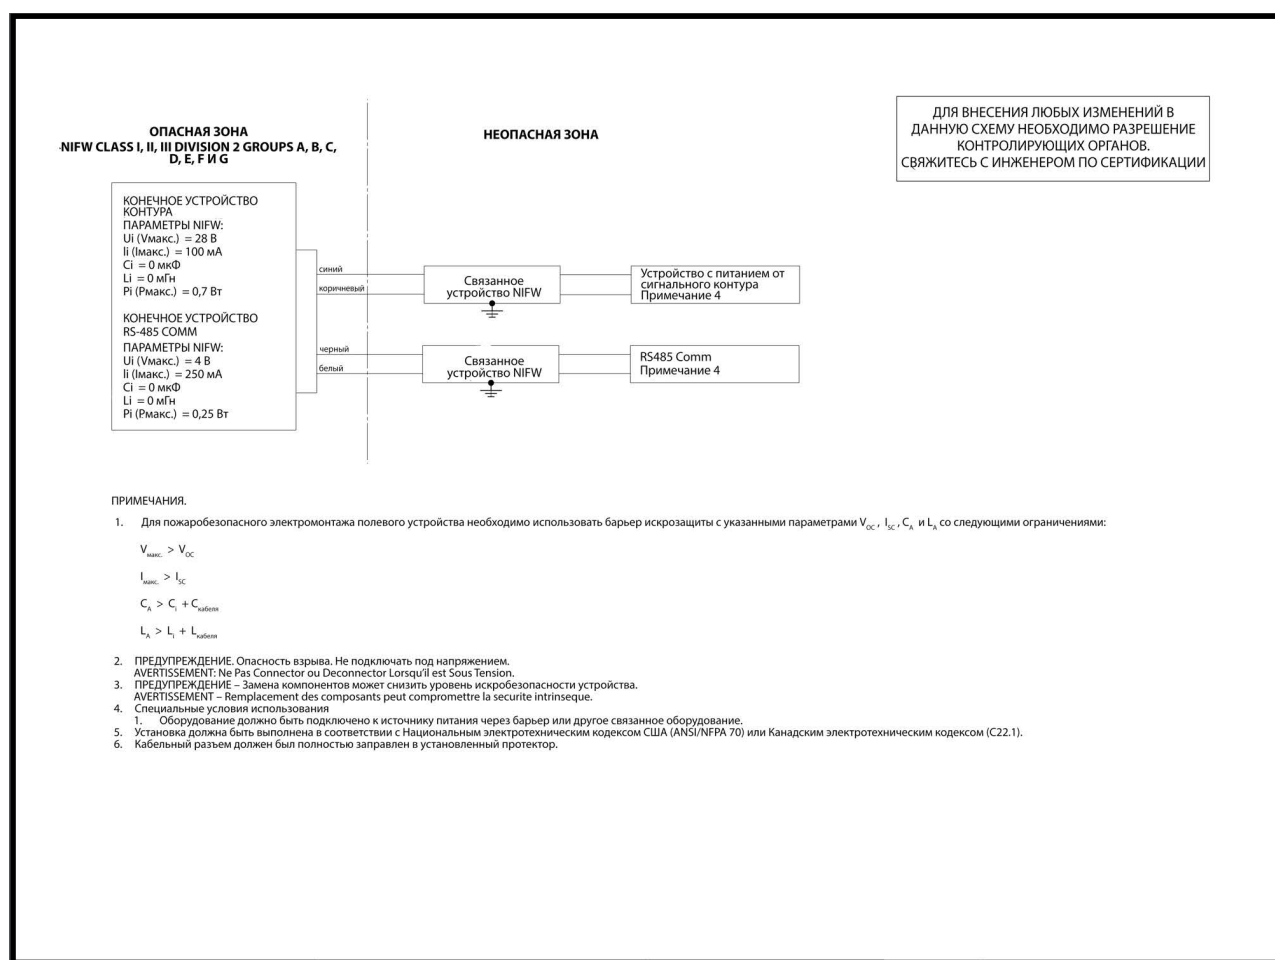
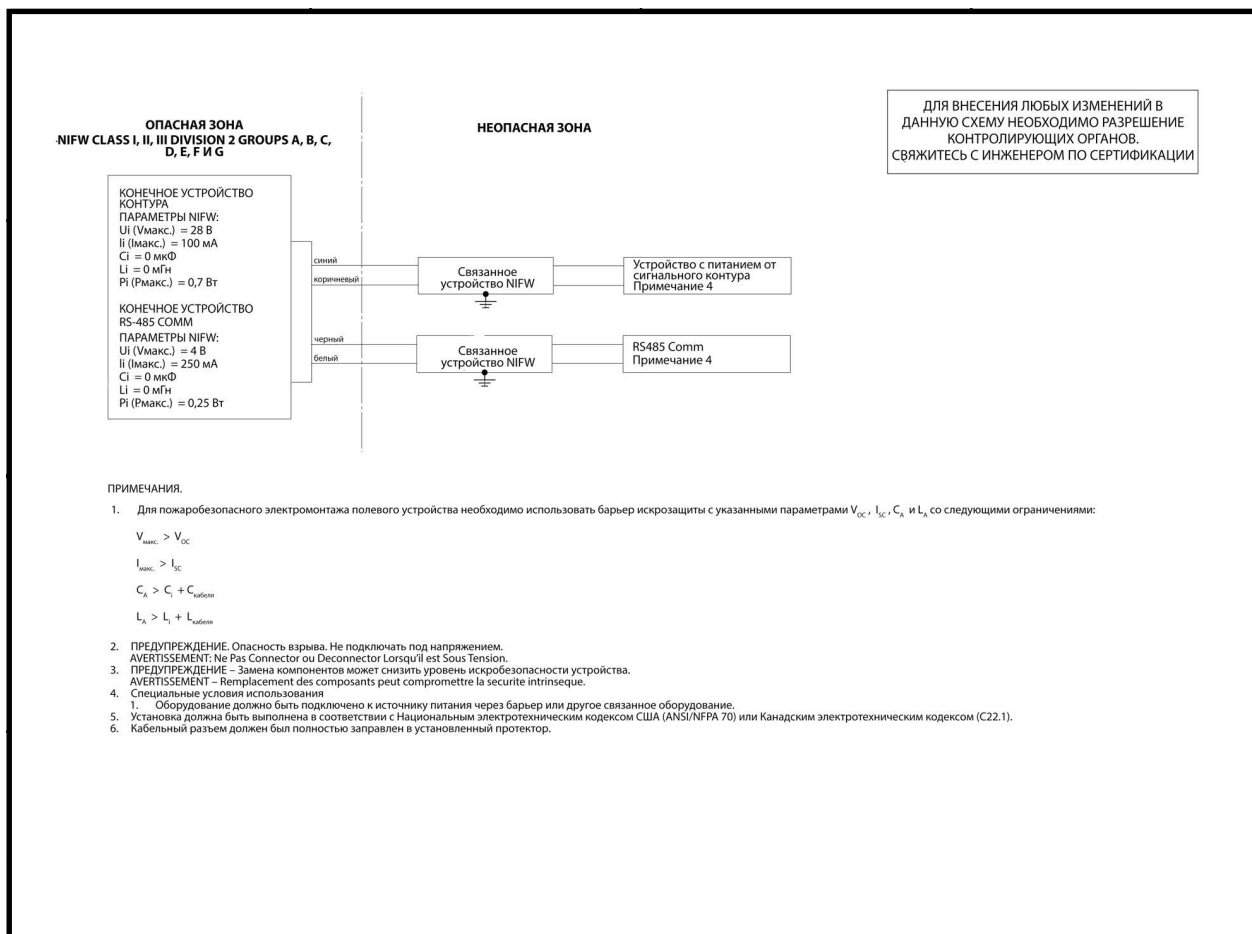

Рис. 10. Контрольная схема установки HygroPro^{II} в зонах Division 1 и Division 2 (см. 752-607)
Рис. 11. Контрольная схема установки HygroPro^{II} для пожаробезопасной полевой проводки в зонах Division 2 (см. 752-607)
- схему FM (см. Рис. 10 ниже);
При монтаже проводки HygroPro^{II} в опасной зоне (согласно классификации опасных зон) подсоедините свободный конец искробезопасного кабеля в сборе, поставленного в комплекте с анализатором, как показано на контрольных схемах на Рис. 10 и Рис. 11, в соответствии с одним из следующих условий:
- **При наличии соответствующего барьера Зенера/гальванического разделителя:** обязательное требование для опасных зон Class I, Zone 0 и Class I/II/III Division 1 (Рис. 10).
- **Пожаробезопасная полевая проводка и барьеры Зенера:** только для использования в опасных зонах Class I/II/III, Division 2 (Рис. 11).